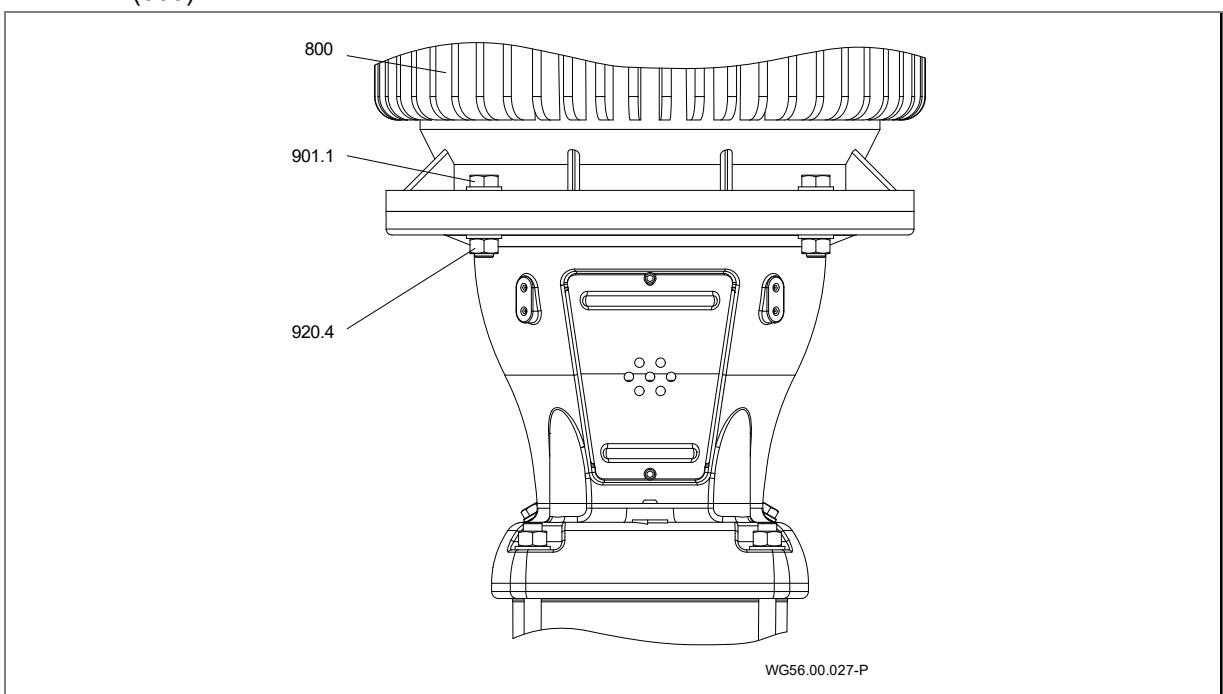

Abb. 13
- ➔ Abbildung 13 beachten.
- 1. Motor (800) auf Antriebslaterne (161) positionieren.